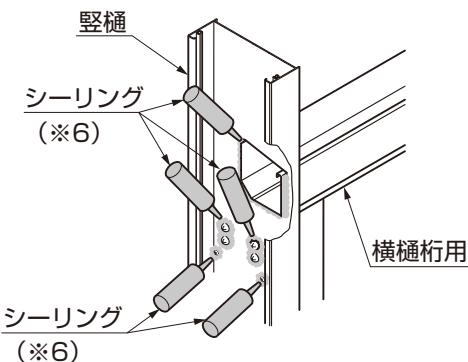

図18-5 A部詳細図 縦構内部のシーリング
- ⑥ 縦構内部の横構用の差込み部分、六角ボルト部分、主柱取付け上部のネジ部にシーリング(*6)をしてください。(図18-5参照)